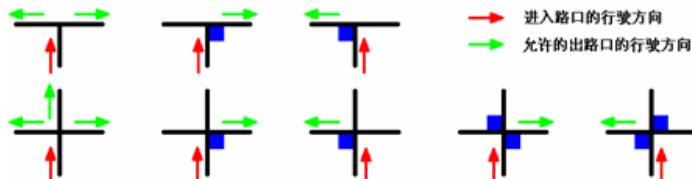

图3 转弯标志及允许的出路口行驶方向
3.2.5 在黑色引导线的十字或丁字交叉处，可能会出现50mm×50mm 的深蓝色转弯标志。机器人在遇到转弯标志时的正确动作方式如图3所示。